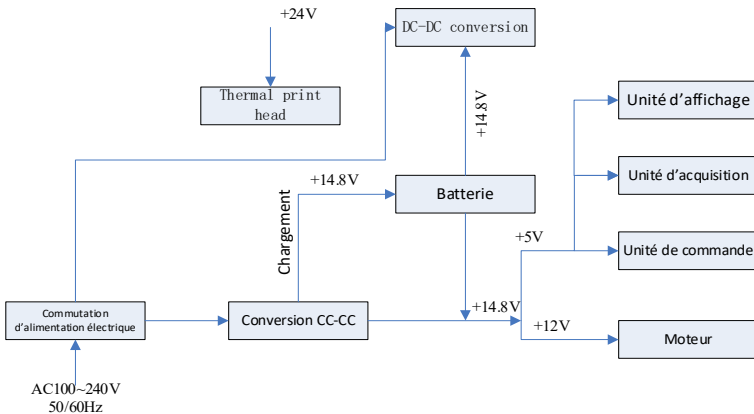

Figure 4-1 Schéma du principe de puissance
(2) Le schéma de principe est montré dans la Figure 4-1.